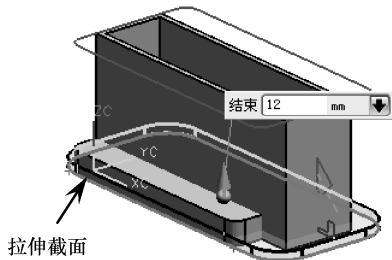

图 4-97 创建翻边拉伸特征
- 04 使用【拉伸】工具，选择如图 4-97 所示的截面，向 +ZC 方向进行拉伸，且拉伸值为 12。